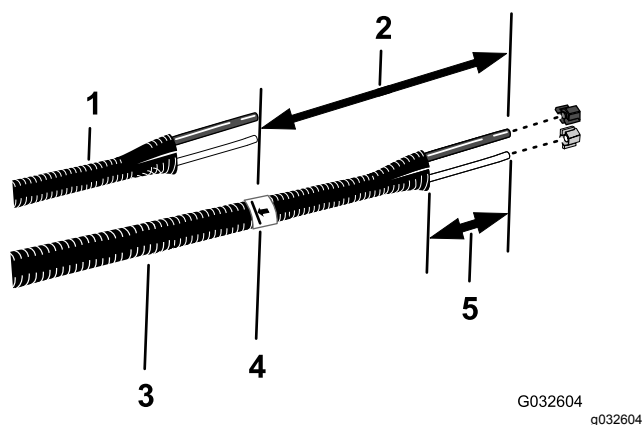

Figura 22
- Alinee los tubos de líquido y aire antiguos (Figura 22) con el conjunto de tubos nuevo (Pieza Toro N° 114–9553).
- En el conjunto de tubos nuevo, añada 26 cm a partir de la marca que hizo en el paso 7, marque el conjunto de tubos y corte y los tubos en la 2ª marca (la más larga) (Figura 22).
- Retire de 77 a 102 mm de la funda en cada extremo del conjunto de tubos (Figura 22).